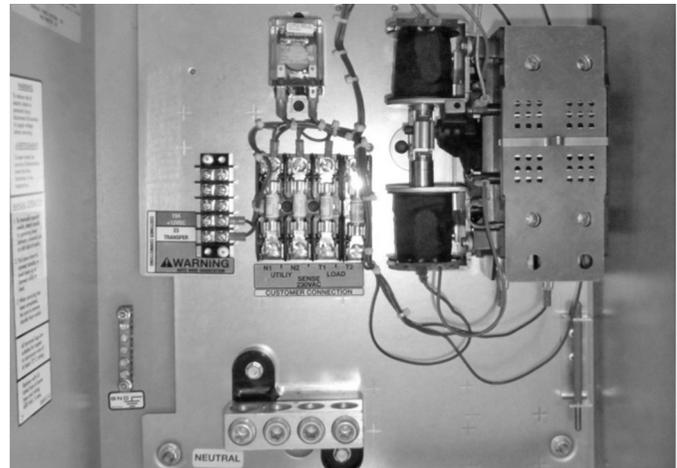

Figura 2-5.
9. Después de montar el interruptor, retire la cubierta para hacer las conexiones eléctricas (vea la Figura 2-5).